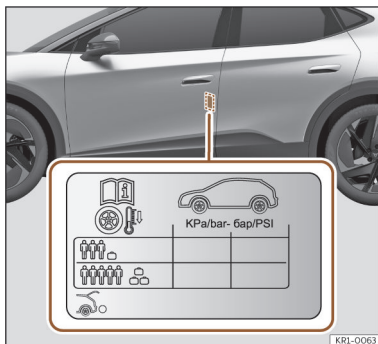

Abb. 201 Einbauort des Aufklebers für den Reifendruck.
- Passen Sie bei größerer Zuladung den Reifendruck entsprechend an >>> (**Abb. 201**).
Die Angaben zum Reifendruck befinden sich auf dem Aufkleber an der Fahrertürsäule >>> (**Abb. 201**).
Der Reifendruck muss der aktuellen Fahrzeugbelastung angepasst werden. Wenn das Fahrzeug voll beladen werden soll, muss der Reifendruck entsprechend dem auf dem Reifendruck-Aufkleber angegebenen maximalen Wert erhöht werden >>> (**Abb. 201**).
Füllen Sie bei einem minimierten Notrad (125/70 R16 oder 125/70 R18) auf einen Druck von 4,2 bar, gemäß Angabe auf dem Aufkleber mit den Reifendruckwerten >>> (**Abb. 201**).
- Der Fahrer ist verantwortlich für den richtigen Reifenfülldruck an allen Reifen am Fahrzeug. Der empfohlene Reifenfülldruck befindet sich auf einem Aufkleber >>> (Abb. 201).
- Immer den richtigen Reifenfülldruck am kalten Reifen einhalten, wie auf dem Aufkleber angegeben >>> (Abb. 201).